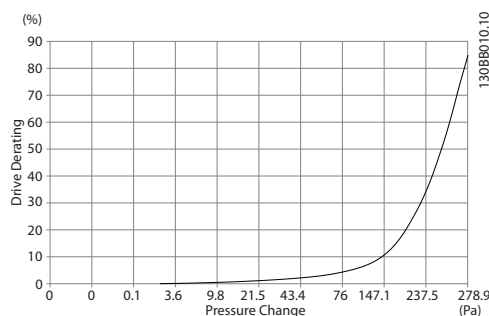
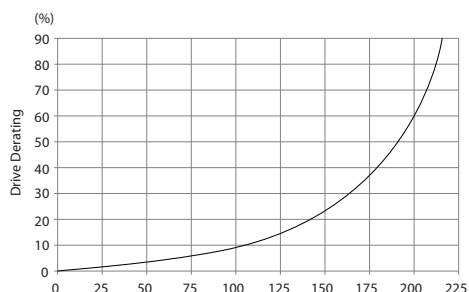

Рисунок 3.31 Снижение номинальных характеристик для корпуса E в зависимости от изменения давления (малый вентилятор), P315T4 и P450T7–P500T7
Рисунок 3.33 Снижение номинальных характеристик для корпусов F1, F2, F3, F4 в зависимости от изменения давления
1. Если к выпускному каналу преобразователя частоты добавляется внешний воздуховод, дополнительное обратное давление будет негативно влиять на охлаждение преобразователя. Понижьте номинальные характеристики преобразователя частоты в соответствии с уменьшенной охлаждающей способностью. Сначала рассчитайте падение давления, затем воспользуйтесь данными иллюстраций с *Рисунок 3.31* по *Рисунок 3.33*.
1. Если к выпускному каналу преобразователя частоты добавляется внешний воздуховод, дополнительное обратное давление будет негативно влиять на охлаждение преобразователя. Понижьте номинальные характеристики преобразователя частоты в соответствии с уменьшенной охлаждающей способностью. Рассчитайте падение давления, затем воспользуйтесь данными иллюстраций с *Рисунок 3.31* по *Рисунок 3.33*.